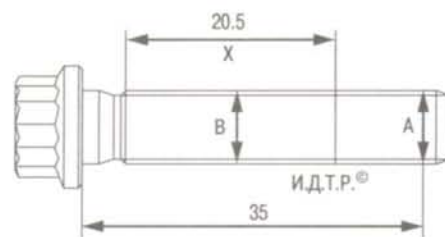

Рис. 5.31. Проверка болтов крепления крышек шатунов
– измерьте наружный диаметр А (рис. 5.31);